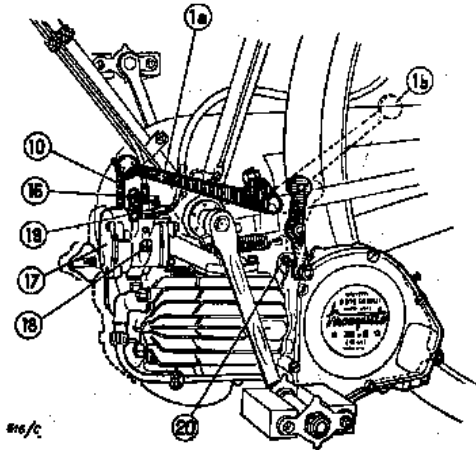
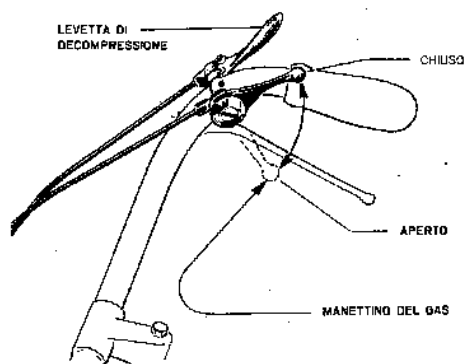

Fig. 4.
Fig. 6.
- (come in 1a, fig. 4).
Togliere lo straccio (o altro sostegno) di sotto il supporto e portare la leva in posizione di « motore disinnestato » (come in 1b fig. 4).
Nel fare ciò riportare la leva in « innesto » (come in 1a, fig. 4).
Per i comandi di manovra e di marcia, oltre alla pompetta d'avviamento e alla leva d'innesto indicate in fig. 4 , vedere fig. 6 e 7.
Aprire il rubinetto del carburante sul serbatoio e mettere il motore in presa con la ruota abbassando in avanti la leva d'innesto 1 (fig. 4).
Aprire di circa le metà il manettino del gas (fig. 6).
Se il motore è freddo, premere a fondo corsa quattro - cinque volte la pompetta 16 (fig. 4) ; se il motore è caldo è sufficiente un solo colpo di pompetta. Viceversa, in inverno, avviando il motore freddo con temperatura molto bassa, occorre abbondare nei colpi di pompetta fino a un massimo di una dozzina.
Montare in sella, tirare a fondo la levetta di decompressione (fig. 6) e prendere l'avvio pedalando. Dopo qualche deciso giro di pedali lasciar andare le levetta suddetta continuando a pedalare. Allorché il motore darà i primi scoppi, aiutarlo - occorrendo - ancora con qualche pedalata, e regolare la velocità i manovrando il manettino del gas.
Se il veicolo deve restare fermo per più minuti chiudere il rubinetto del serbatoio. Nella stagione calda allontanare il rullo dal pneumatico azionando la leva di innesto (portarla nella posizione 1b, fig. 4).